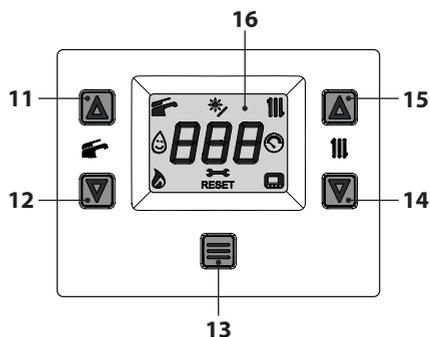
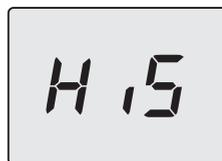

Figura 7.8
Figura 7.9
- Entrare in "modalità programmazione" premendo contemporaneamente per 5 secondi i tasti 12 e 14 (Figura 7.8) fino a far apparire sul display LCD le lettere **HIS** che indicano il menu "Storico delle caldaia" (Figura 7.9).
- Premere il tasto 13 (Figura 7.8) fino a far apparire sul display LCD le lettere **StF** (Start Full) che si alterna con **34** (valore della calibrazione) (Figura 7.11).
- tenere premuti contemporaneamente i tasti 12 e 14 per 5 sec. (Figura 7.8) (ritorno al livello precedente).